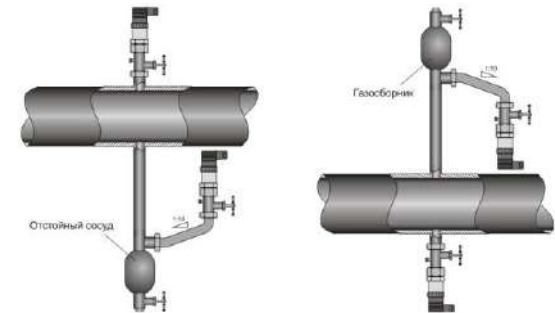

Рисунок 2. Монтаж датчика для измерения давления газа (слева) и жидкости (справа).
4.3. Механическое присоединение датчиков рекомендуется производить с ориентацией, при которой соединительная линия от места отбора давления имеет односторонний уклон ($\geq 1:10$) вверх к датчику, если измеряемая среда - газ, и вниз к датчику, если измеряемая среда - жидкость (см. рис. 2.). Если это невозможно, при измерении давления газа в нижних точках соединительных линий следует устанавливать отстойные сосуды, а при измерении давления жидкости в наивысших точках